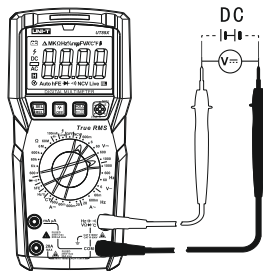

Рис. 3
9.1 Измерение постоянного напряжения (Рис. 3)